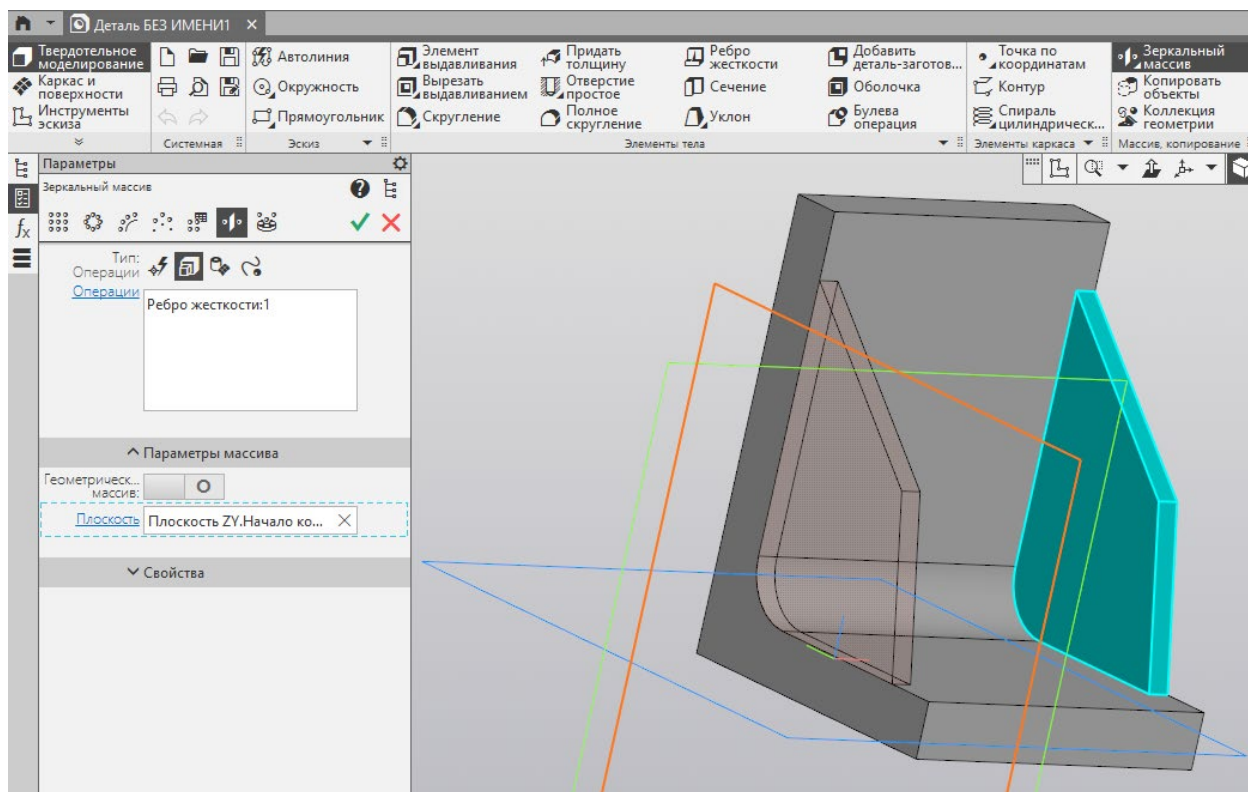

Рисунок 8 – Настройка зеркального массива
1.6 Построим зеркальное отображение ребра жесткости. Выделите ребро жесткости и вызовите команду «Зеркальный массив» . В настройках зеркального массива (рис. 8) убедитесь, что в строке «Операции» указано выбранное ребро жесткости. Кликните мышкой в строку «Плоскость» и выберите плоскость ZY (плоскость, относительно которой будем зеркалить). Подтвердите операцию, нажав зеленую галочку. Результат зеркального отображения показан на рисунке 9.